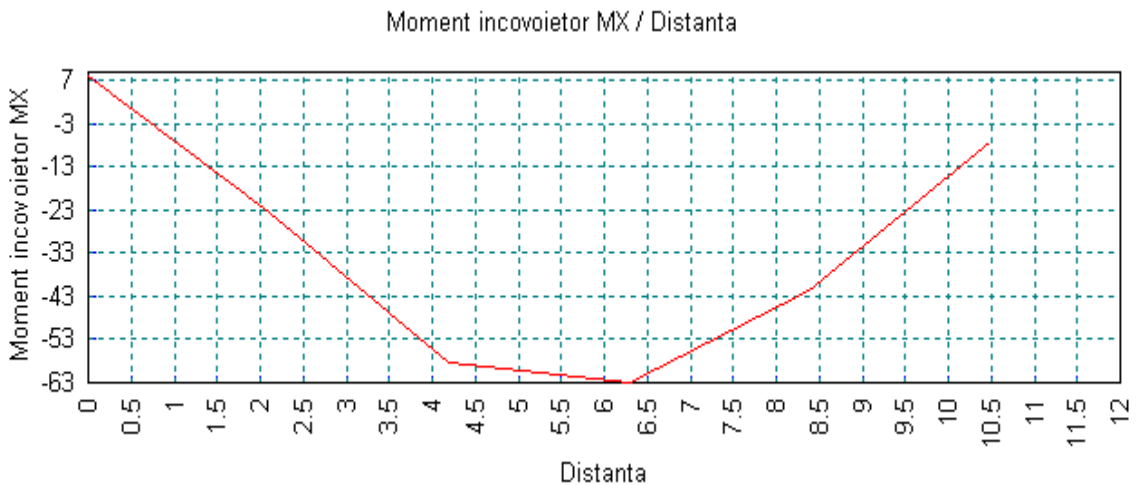

Fig. 63
- pe ecran va apare graficul cerut (fig. 63)